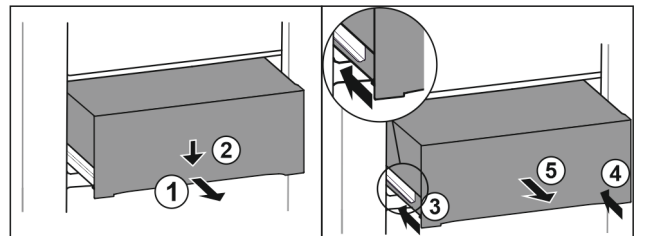

Fig. 179
- Schubfach halb herausziehen. Fig. 179 (1)
- Schubfach an der Vorderseite nach unten drücken. Fig. 179 (2)
- Linke Schiene etwa 2 cm einschieben. Fig. 179 (3)
- Rechte Schiene etwa 2 cm einschieben. Fig. 179 (4)
- Schubfach nach vorne entnehmen. Fig. 179 (5)